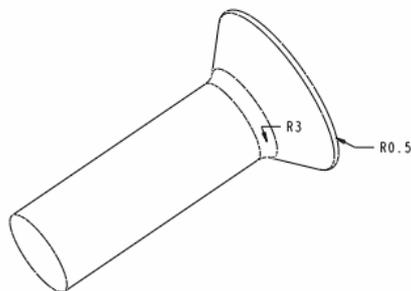

图 33-4
- (1) 单击特征工具栏中的  按钮，打开圆角特征操控板。
- (2) 如图 33-4 所示建立圆角半径为 3 和圆角半径为 0.5 的圆角。